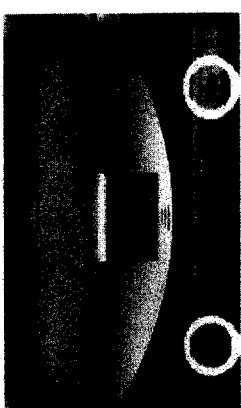

Figura 37
- ☐ Se indeparteaza panoul de protectie impotriva radiatiilor prin defacerea a doua suruburi de prindere (figura 37.)